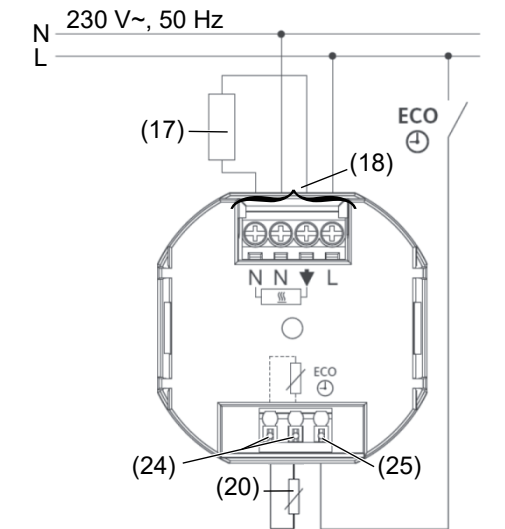

Рис. 4. Схема соединений
- Подключите регулятор согласно схеме соединений (рис. 4).
- При необходимости подключите внешний дистанционный датчик (20) (см. «Подключение внешнего дистанционного датчика»).
- Подключите дистанционный датчик (рис. 4, поз. (20)) согласно схеме соединений.
- Для вставки и удаления соединительного кабеля нажмите соответствующими инструментами кнопку принудительного разъединения (рис. 4, поз. (24)).
- Для вставки и удаления соединительного кабеля нажмите соответствующими инструментами кнопку принудительного разъединения (рис. 4, поз. (25)).